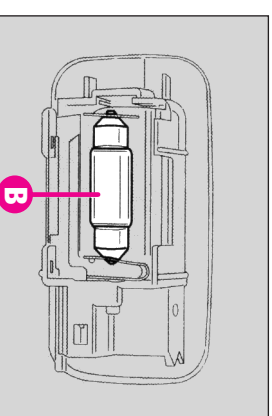

fig.59
- Scoateți becul (B-fig. 59) eliberându-l din legăturile laterale;